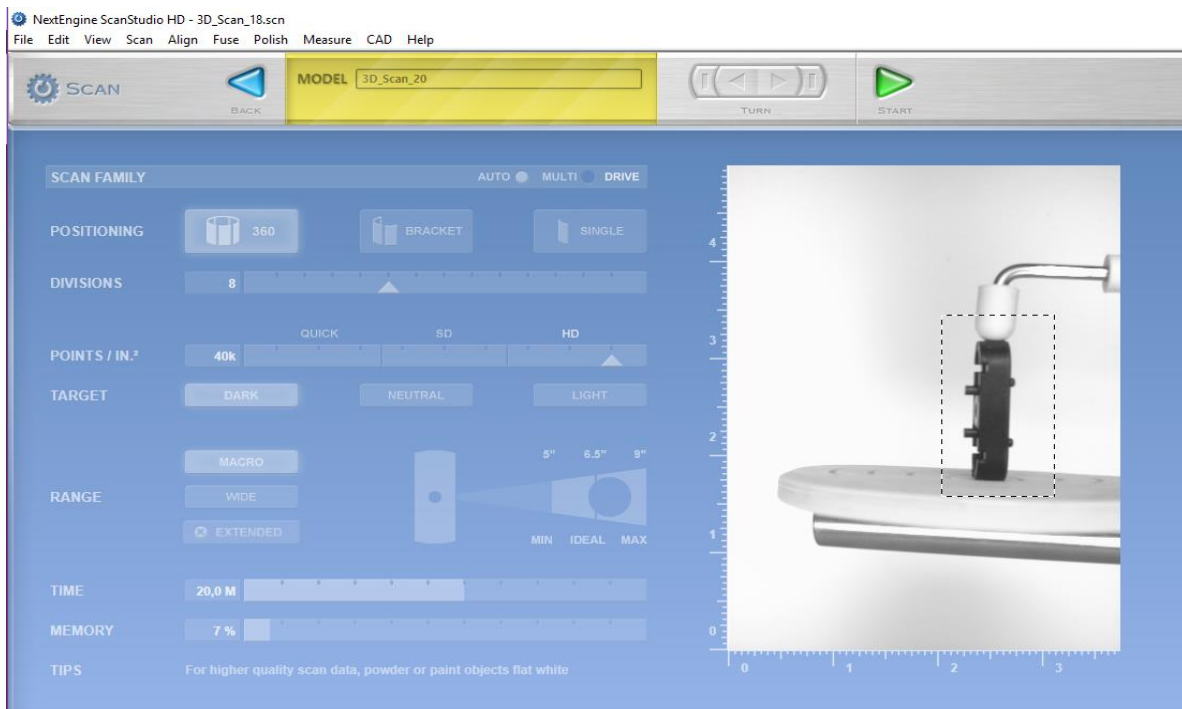

Figura 45. Segunda posición del elemento del radio PRC710.
7. Cuando se termina de escanear el objeto, se observa que quedan huecos en la parte superior e inferior, esto se debe a que el escáner no los detecta, por esta razón hay que colocar nuevamente el objeto, pero esta vez en forma vertical como se muestra en la Figura 45. Se hacen las mismas configuraciones.